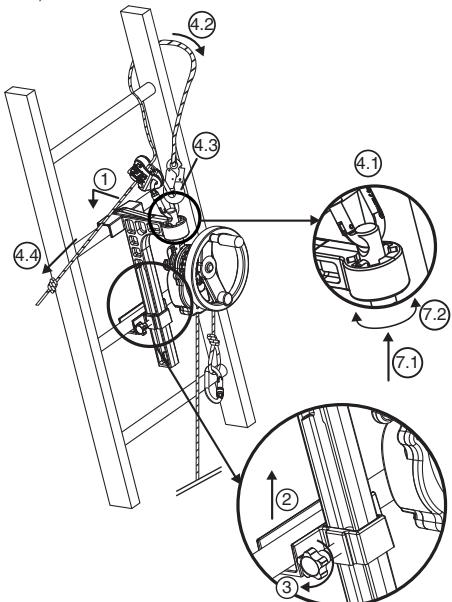

Fig. 6
#### 6.3.2 DEROPE™-toestel UP B (Fig. 6)
1. Plaats de grote console, vergrendelbaar op de sport van de ladder in de gekozen positie om de reddingsoperatie uit te voeren, boven de te evacuieren persoon (fig. 6, 1).
2. Hermonter de blokkeergleiding ter hoogte van de sport onmiddellijk onder deze waarop de grote console bevestigd is (fig. 6, 2).
3. Zet de blokkeerpenen van de geleiding vast aan de hand van de klemknop die zich aan de zijkant van de console bevindt (fig. 6, 3).
- Bevestig de connector van de afstelinrichting LCM 05 in het bovenste gat van de verankering (fig. 6, 4.1).
- Breng de leiriem rond het sport van de ladder boven de console door één van de steigers van de ladder te omleiden (fig. 6, 4.2).
- Koppel de connector van de leiriem aan op de connector van de afstelinrichting LCM 05 (fig. 6, 4.3).
- Span de leiriem op door aan het vrije uiteinde te trekken (fig. 6, 4.4).
7. Richt het DEROPETM-toestel naargelang de behoeften en wijzig de positie van de verankerpen in de indexeerpen (fig. 6, 7.1 – 7.2).